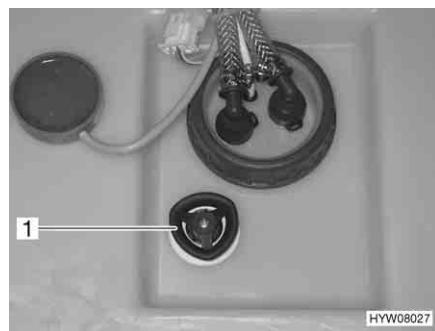

Fig. 209 Serbatoio dell'acqua con maniglia girevole
- Sul serbatoio dell'acqua ruotare la maniglia girevole (Fig. 209,1) in senso antiorario, oltre la resistenza verso l'esterno fino all'arresto, per aprire completamente l'apertura di scarico.